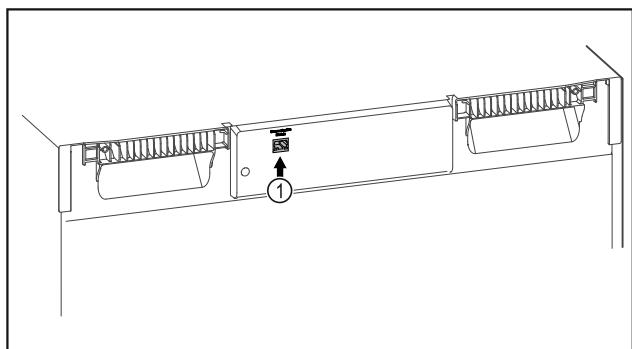

Fig. 141
- SmartModule Fig. 141 (1) установлен.